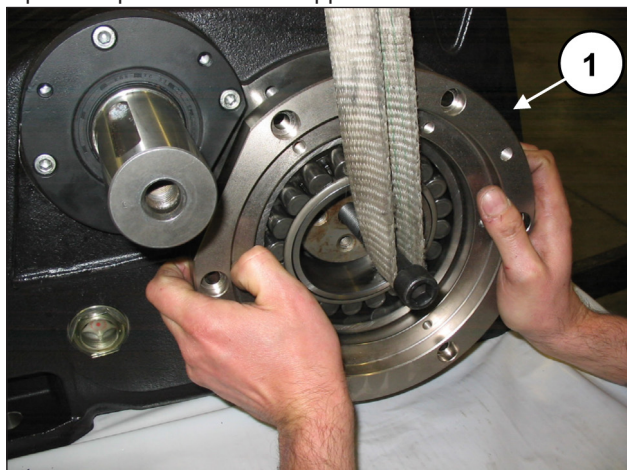
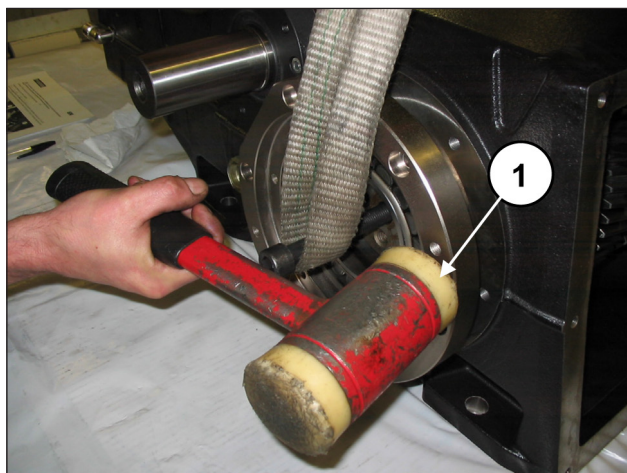

Fig. 72
Fig. 73
Applicare due perni filettati M16 all'estremità dell'albero a gomiti e, tenendolo sollevato (pos. ①, Fig. 72), inserire il coperchio portacuscinetto completo di cuscinetto e O-ring (pos. ①, Fig. 73) mediante l'utilizzo di una massa battente. Ripetere l'operazione dal lato opposto